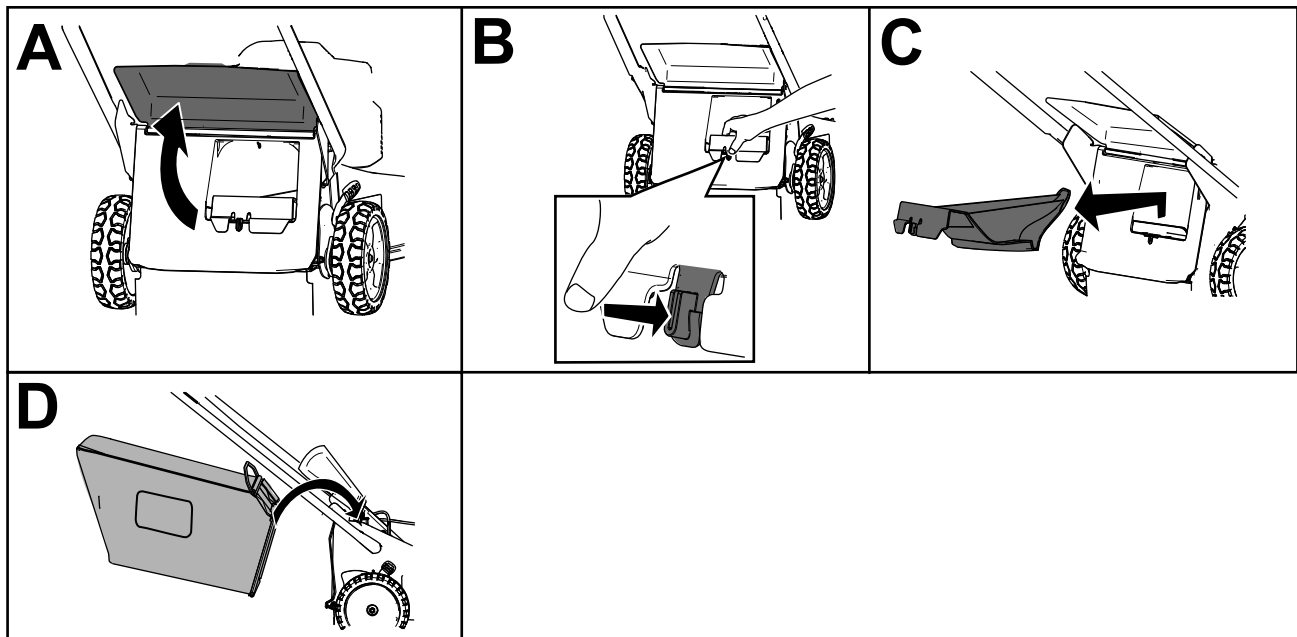

Bild 18
Hinweis: Drehen Sie den Hebel an der Klappe nach rechts, um die Klappe zu lösen (Bild 18).
3. Heben Sie das hintere Ablenkblech an und halten Sie es hoch (A in Bild 18).
4. Drücken Sie zum Entfernen der Heckauswurfklappe mit dem Daumen auf den Riegel und ziehen die Klappe aus der Maschine (B und C in Bild 18).
5. Setzen Sie die Enden der Fangkorbstange in die Kerben an der Unterseite des Holms ein und bewegen den Fangkorb nach vorne und hinten, um sicherzustellen, dass die Enden der Stange richtig in den Kerben sitzen (D in Bild 18).
3. Nehmen Sie die Fangkorbstange am Fangkorb aus den Kerben an der Unterseite des Griffs (A von Bild 18).
4. Setzen Sie die Heckauswurflappe ein (B in Bild 18).
5. Senken Sie das hintere Ablenkblech ab (C in Bild 18).